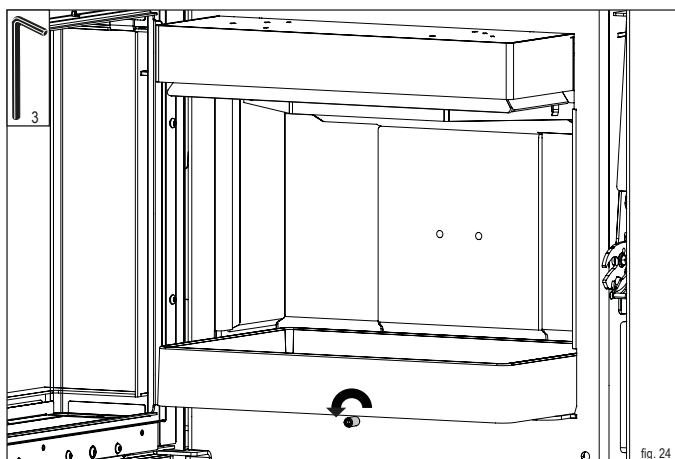

fig. 24
- ▶ Rimuovere la brugola di fissaggio (fig. 24).